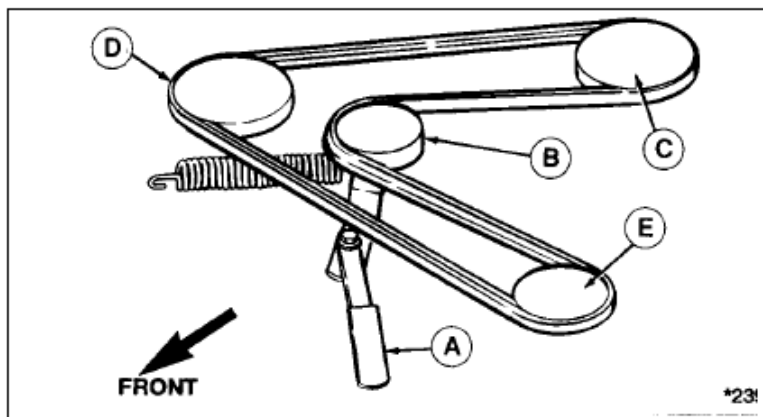

図 33 ベルトパターン 34” デッキ
2. デッキが取り外せない場合、刈高を一番低い位置にして下さい。アイドルプーリーアーム (A) を押し、ベルトテンションを緩めて下さい。アイドルプーリー (B) と PTO プーリー (C) からベルトを外します。
3. 左側のアーバーカバーを固定しながら、キャップスクリュー (D) を 3 本外します。
4. 軸プーリーから古いベルトを取り外し、新しいベルトを取り付けます。全ての軸プーリーに Vベルトの V側がかかっているのと、アイドルプーリーに Vベルトの平らな面がかかっている事を確認して下さい。図 33 のベルトのパターンを確認して下さい。